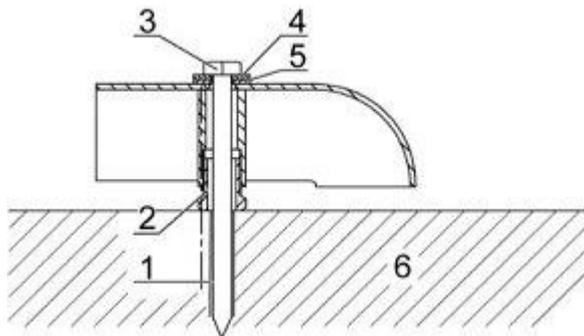

Figura 9: Elementos de fixação.
- ⇒ Primeiro, monte previamente o CHM 15k sobre a fundação de concreto com as arruelas e parafusos de fixação fornecidos (ver Figura 9).